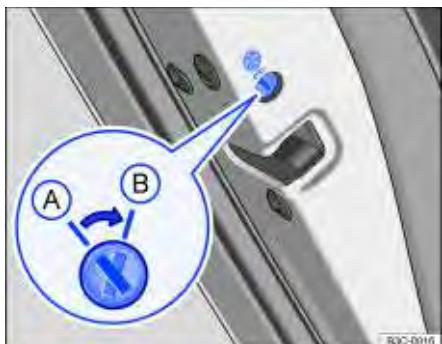

Fig. 61 Nas portas traseiras: trava de segurança para crianças **(A)** desacionada, **(B)** acionada.
- Introduzir a haste da chave na ranhura da trava de segurança para crianças para acionar ou desacionar ⇒ **Fig. 61**.
Posição da ranhura ⇒ **Fig. 61**: